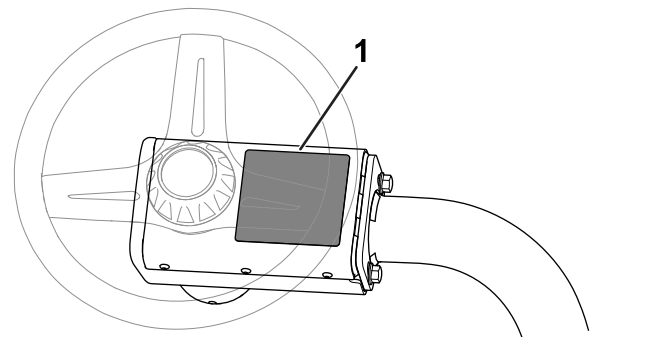

Figura 8
- Applicate l'adesivo di avvertenza CE (n. cat. 136-8505) sull'adesivo di avvertenza esistente (n. cat. 136-8506). La Figura 8 illustra la posizione dell'adesivo di avvertenza.